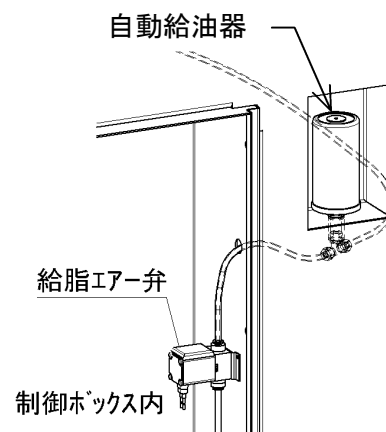

図 8-3
### 3) 取り付け方法(図 8-2 図 8-3)
- ③ 3mm の六角レンチを使用して、上部のガスジェネレーター設定数値を[3 のところに、△印を合わせます。⇒スイッチが ON になります。容器に入れてしばらく置き、オイルの吐出を確認すること。(図 8-3)
(図 8-3)